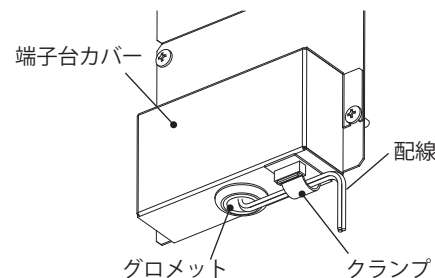

図 6
4. 配線を端子台カバーのクランプにより固定してください。(図 6)